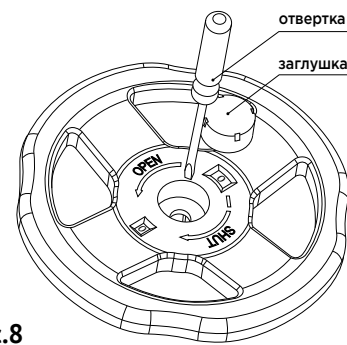

рис.8
- Ограничьте установленное значение предварительной настройки, повернув внутренний регулировочный стержень по часовой стрелке до упора. Это можно сделать с помощью длинной шлицевой отвертки (см. рис.8).